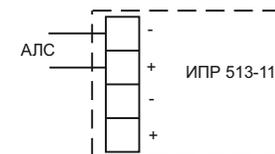

Рисунок 4 – Схема подключения извещателя
6.11 Подсоединить провода АЛС к клеммным соединителям (положительный провод АЛС – к клеммным соединителям с маркировкой «+», отрицательный – к клеммным соединителям с маркировкой «-»). Маркировка клеммных соединителей нанесена на плате (см. рисунок 4).